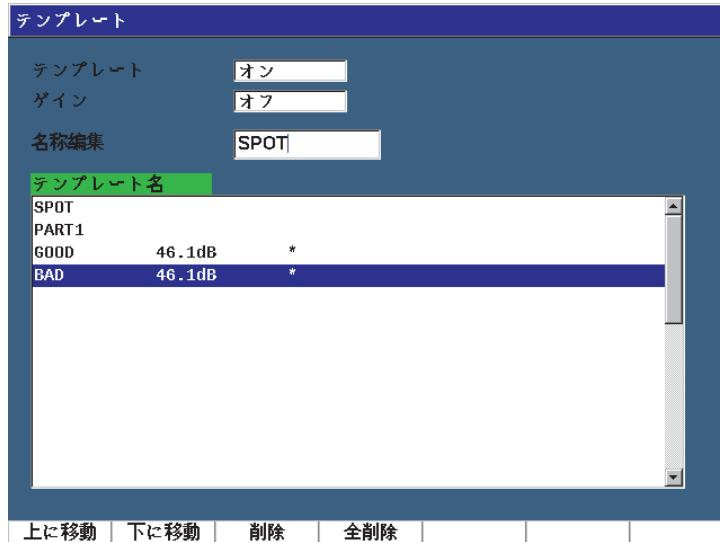

図 11-51 テンプレート設定ページ
1. テンプレート > 設定を選択し、テンプレート設定ページを表示します (312 ページの図 11-51 参照)。